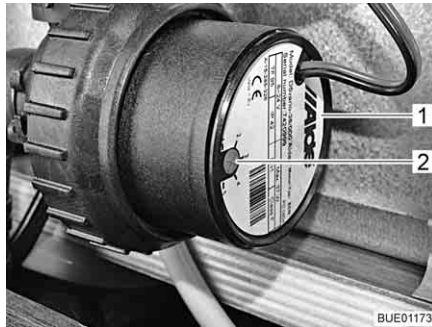

Bild 196 Varvtalsreducering
Med vridregulatorn (Bild 196,2) kan cirkulationspumpens varvtal ställas in. Vid lägre varvtal går pumpen tystare.
Vridregulatorn sitter på cirkulationspumpen (Bild 196,1).
- Vrid vridregulatorn (Bild 196,2) moturs. Effekten reduceras.